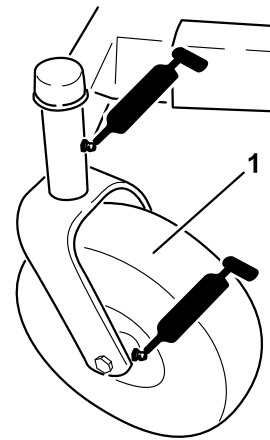
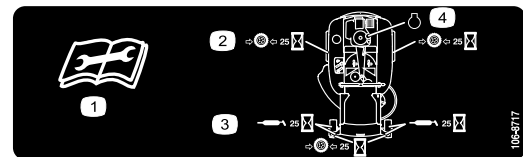

Figure 21
Figure 22
3. Nettoyez les graisseurs (Figure 21 et Figure 22) à l'aide d'un chiffon. Grattez la peinture qui pourrait se trouver sur les graisseurs.
4. Raccordez une pompe à graisse à chaque graisseur (Figure 21 et Figure 22). Injectez de la graisse dans les graisseurs jusqu'à ce qu'elle commence à sortir des roulements.